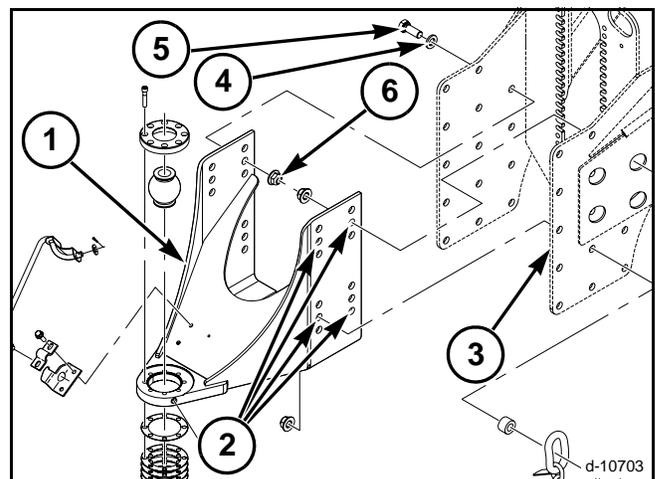

FIG. 4
FIG. 4: Instale la placa de la horquilla inferior en la parte superior de la barra de tiro del tractor. Sitúe el enganche de bola de la barra de tiro (1) verticalmente para que la parte inferior de la bola del enganche esté a la misma altura que la parte superior de la placa de horquilla inferior.